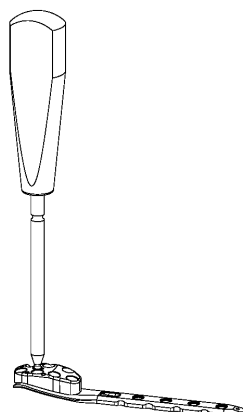

図5
- 4) プレートの遠位部にガイドブロックを設置し、ヘクスローブ15ドライバを用いて固定ネジでプレートに固定します。（図5）